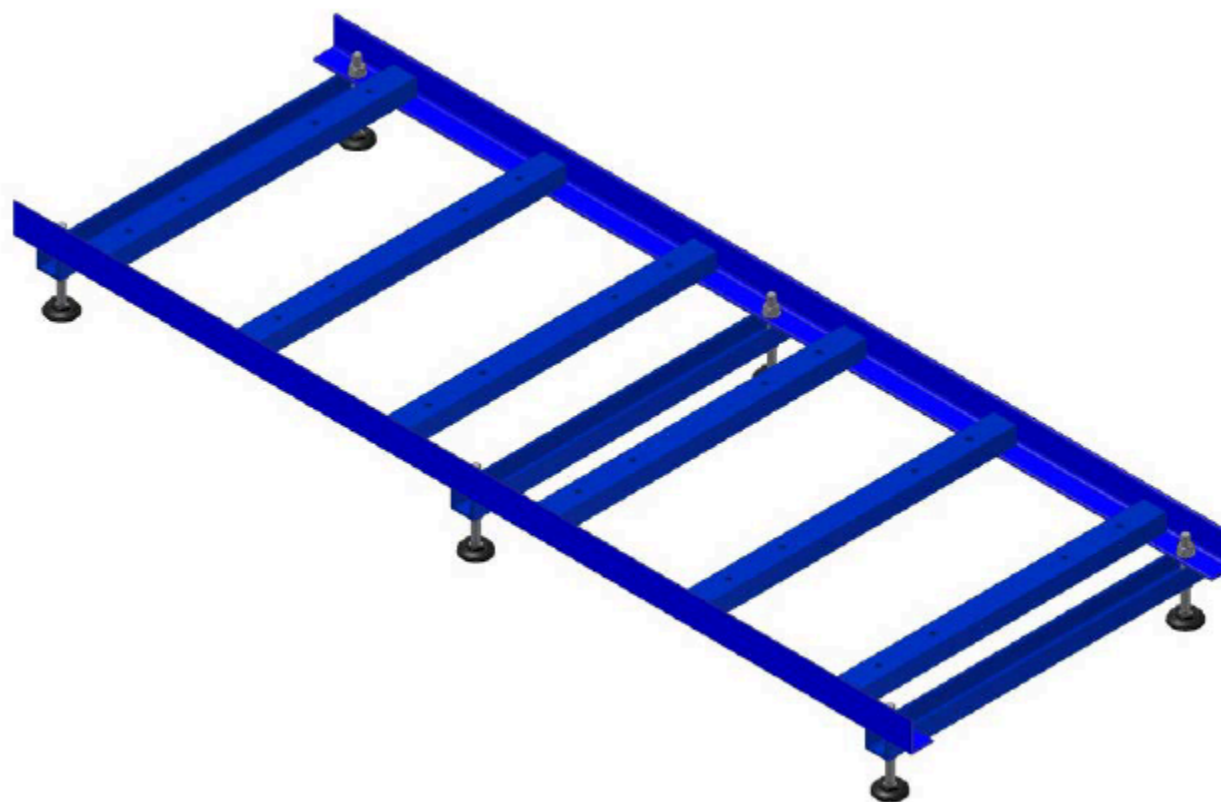

Рисунок 10-21: Установка нижних поперечных скоб в угловые секции основания
2. Установите нижние поперечные скобы в угловые секции основания (см. Рисунок 10-21). Выполните не прикрепляйте поперечные скобы к секциям!